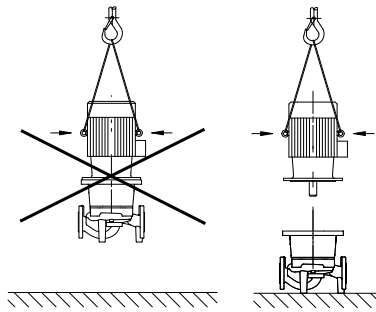

Fig. 20: Transport av motoren
- Løfteløkkene på motoren må bare brukes til å bære lasten av motoren og ikke hele pumpen (Fig. 20).